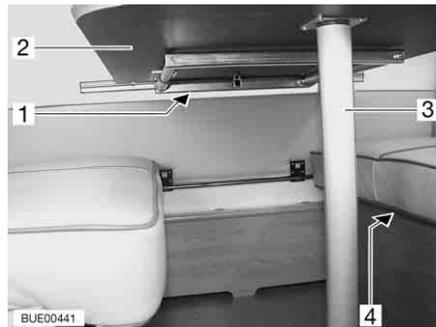
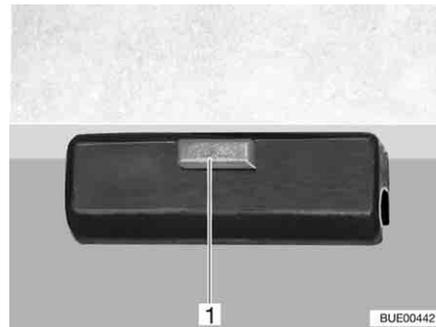

Bild 75 Umbau zum Bett
Bild 76 Verriegelung
- Tischplatte (Bild 75,2) vorn leicht anheben.
- Tischfuß (Bild 75,3) abschrauben und beiseite legen.
- An der Verriegelung (Bild 75,1) den Entriegelungsknopf (Bild 76,1) drücken.
- Tischplatte in die Aufnahmen (Bild 75,4) an den Sitzbänken legen.